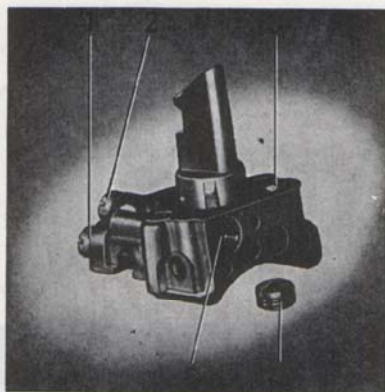

Bild 83. Blandningskammare
- Skruva ur samtliga munstycken i blandningskammaren, bild 83.